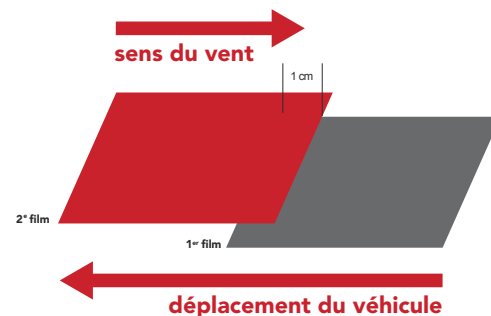

Figure 20
- Recouvrement vertical sur une surface mobile : la pose se faisant toujours de l'arrière vers l'avant du véhicule, le 2^e film chevauchera le 1^{er}, etc. (FIG. 20)